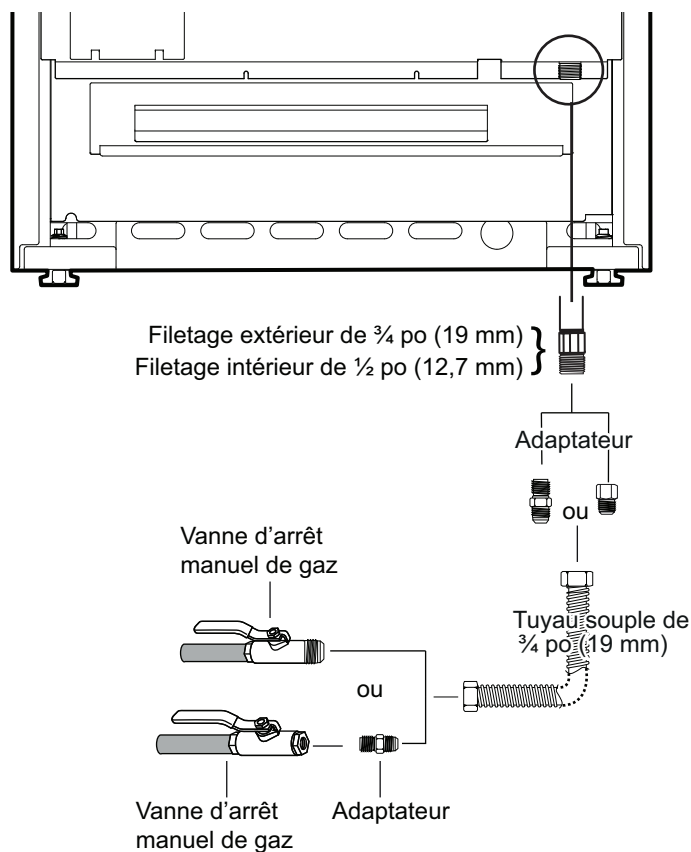

Figure 14 : Raccordement à l'approvisionnement de gaz
2. Utilisez un tuyau à gaz souple de ¾ po (19 mm) entre l'approvisionnement en gaz et le tuyau d'arrivée de l'appareil. Le filetage externe du tuyau d'arrivée de gaz de l'appareil est de type NPT ¾ po (19 mm) et le filetage interne est de type NPT ½ po (13 mm) (voir Figure 14).